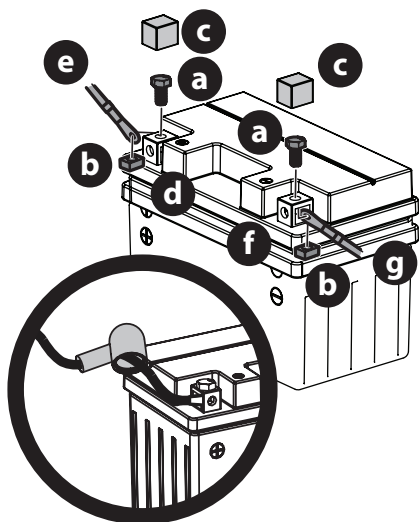

Fig. 14
- Retirez les boulons (a) installés en usine et les écrous carrés (b) placés à l'extrémité du faisceau ou dans le sac contenant le manuel. Gardez la quincaillerie pour utilisation ultérieure (Fig. 14 à la page 81).
- Retirez le protecteur en plastique (c), si présent, de la borne positive de la batterie (d) et fixez le câble rouge (e) à la borne positive (d) avec un boulon (a) et un écrou carré (b) indiqués à l'étape 1. Utilisez un tournevis Phillips (Fig. 14).
- Remplacez le capuchon rouge en caoutchouc sur la borne positive de la batterie pour la protéger contre la corrosion. Voir l'encadré de la Fig. 14.
- Retirez le protecteur en plastique (c), si présent, de la borne négative de la batterie (f) et fixez le câble noir (g) à la borne négative (f) avec l'autre boulon (a) et l'autre écrou (b) (Fig. 14).